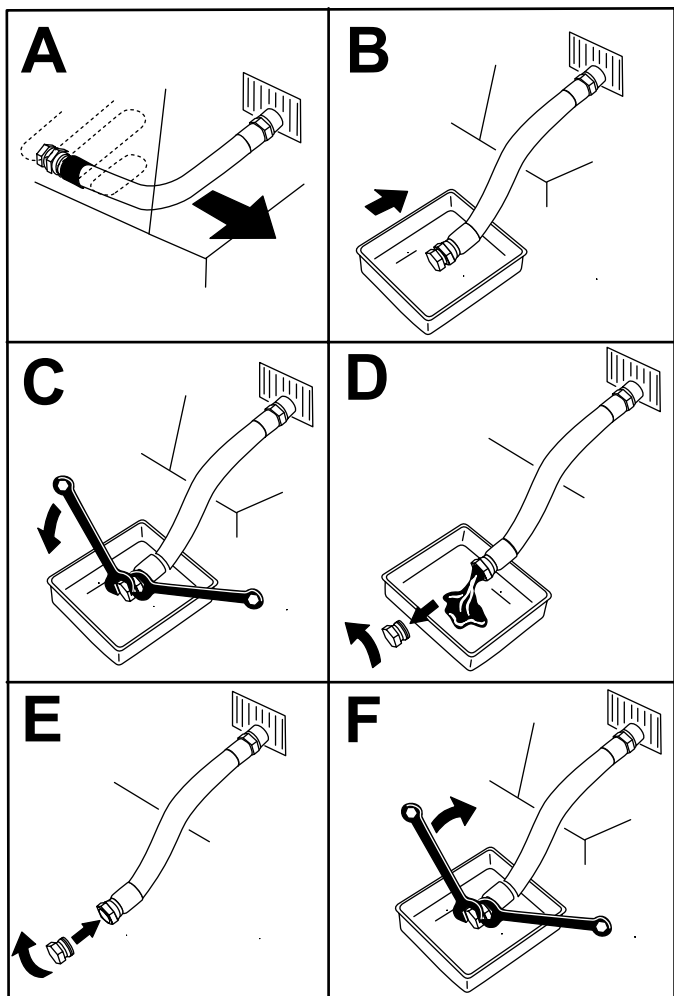

Figura 38
3. Drene el aceite del motor (Figura 38).